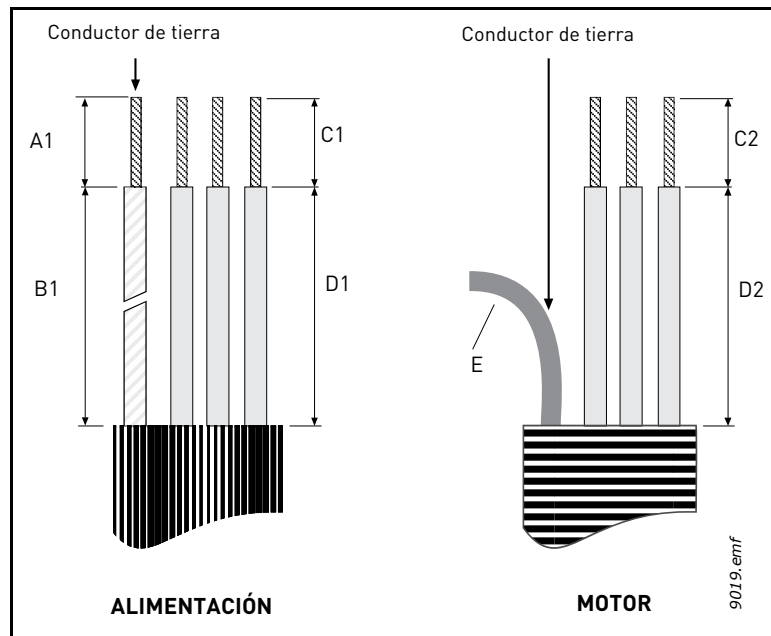
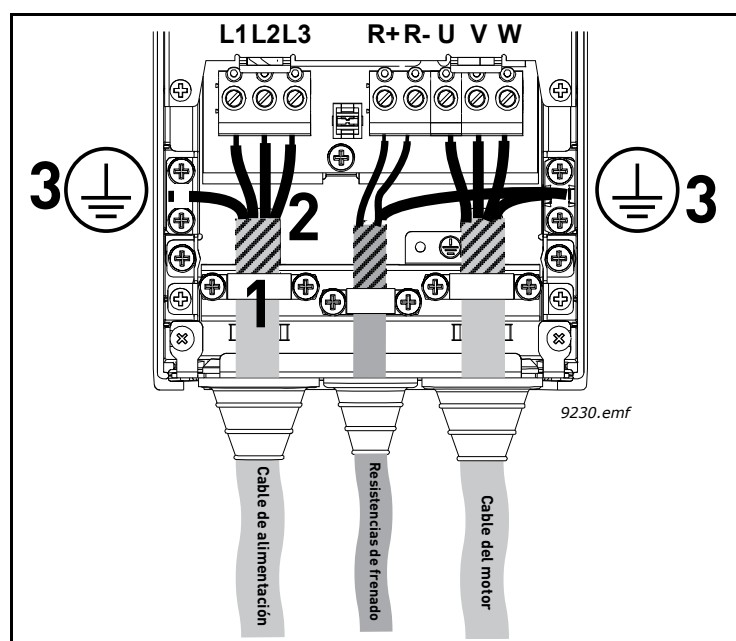

Figura 25. Corte de cables
Figura 32. Conexión de cables
Conecte los cables cortados (consulte la Figura 25 y la Tabla 16) tal y como se muestra en la Figura 32.
- Deje al descubierto el blindaje de los tres cables para poder realizar una conexión de 360 grados con la abrazadera para cables (1).
- Conecte los conductores (fase) de los cables de alimentación, de frenado y del motor en sus respectivos terminales (2).
- Trencel el resto del blindaje del cable de cada uno de los tres cables y realice una conexión de tierra con una abrazadera tal y como se muestra en la Figura 32 (3). Forme las trenzas **con una longitud suficiente** como para que lleguen al terminal y se puedan conectar, no más largas.